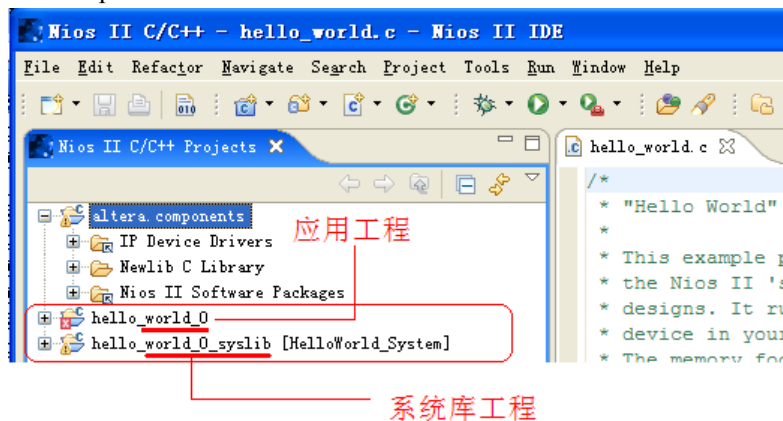

图 6-17 HelloWorld 的两个工程
22. 先后对准两个工程 (一个应用工程与一个系统库工程, 参看图 6-17。)右键单击, 执行弹出菜单里的 Properties。